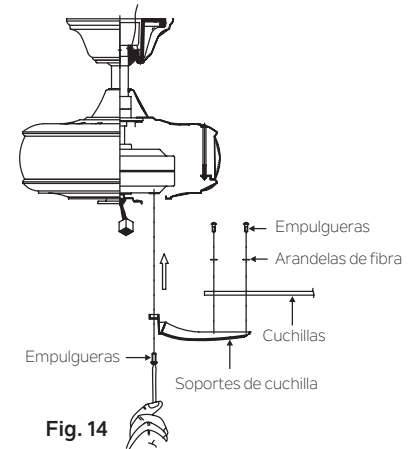

Fig. 14
**Paso 1.** Fije una cuchilla a un soporte de cuchilla con los tornillos y arandelas de fibra provistos. (Fig. 14)
**Paso 2.** Conecte cada conjunto de cuchillas al motor utilizando los tornillos de montaje “preinstalados” en el soporte de la cuchilla. (Fig. 14)